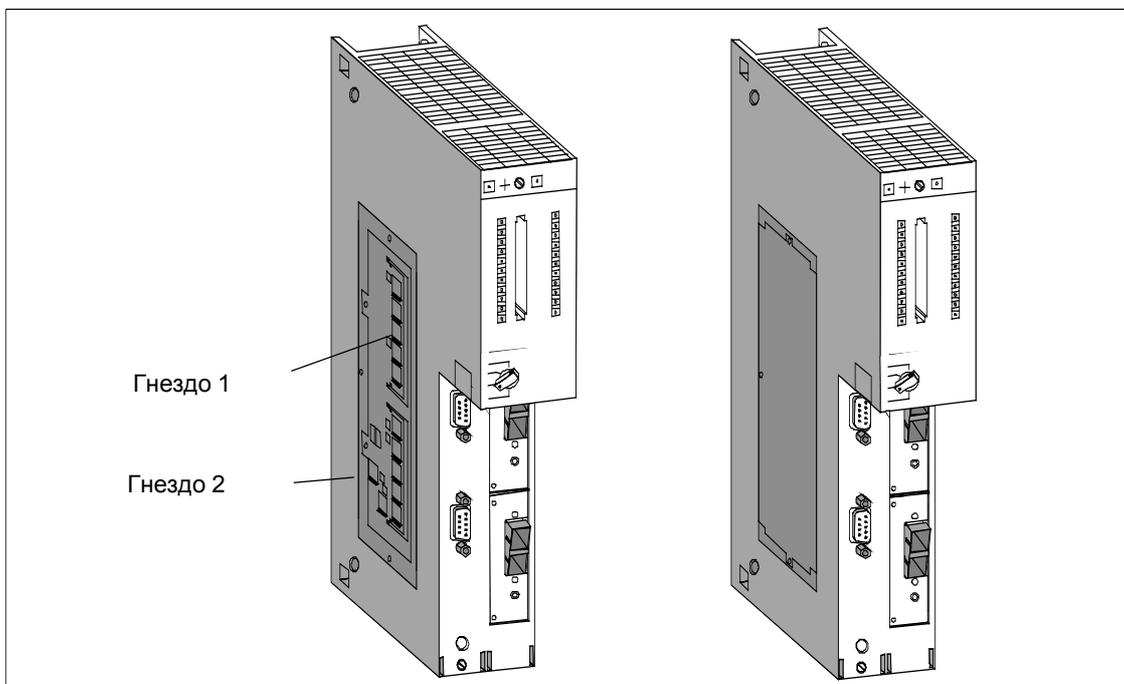

Рис. 4-4. Установка модулей памяти в CPU
2. Вставьте первый модуль памяти под углом около 45° в гнездо 1 (см. рис. 4-4). Обратите внимание на выемку на передней стороне модуля (защита от перепутывания полярности).
4. Если необходимо, вставьте второй модуль памяти в гнездо 2 таким же образом (см. рис. 4-4).